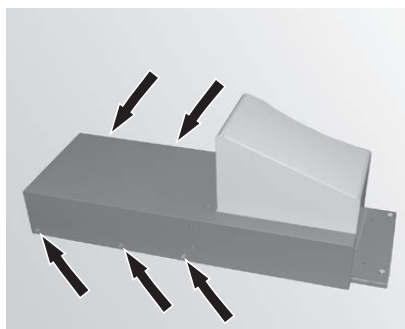
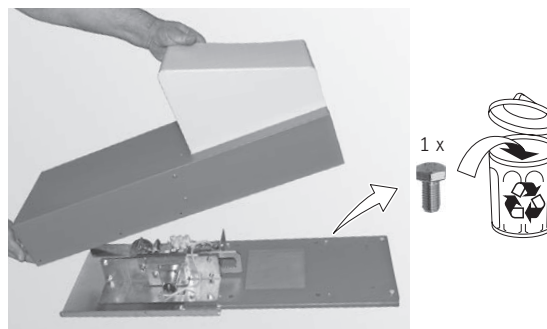

Fig.186 Rimuovere le viti della copertura
Fig.187 Sollevare la copertura e rimuovere la vite segnata in rosso
► Rimuovere la copertura dell'elemento di chiusura e la vite segnata in rosso (non è più necessaria) – Fig. 186, Fig. 187.